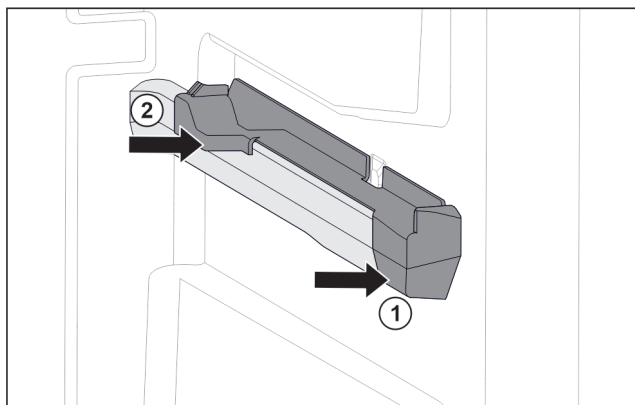

Fig. 148 Nasazovací díl na pravém žebrování na nádoby
- ▶ Nasadte nasazovací díl na žebrování na nádoby. Fig. 148 (1)
- ▶ Přitlačte nasazovací díl k zadní části. Fig. 148 (2)